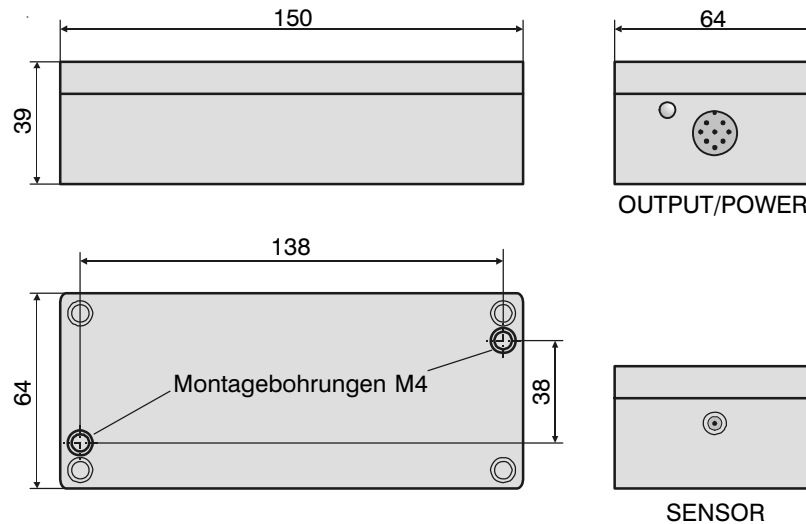

Abb. 4.9: Abmessungen Controller, nicht maßstabsgetreu
- 1) an die 8-polige Einbaubuchse (Abb. 4.9, „Output/Power“) am Controller anschließen,